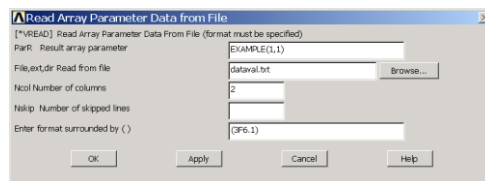

图8.12 从文件写入数组
(3) 选择【Array (\*VREAD)】单选按钮，单击【OK】按钮，接着弹出如图 8.12 所示的对话框。